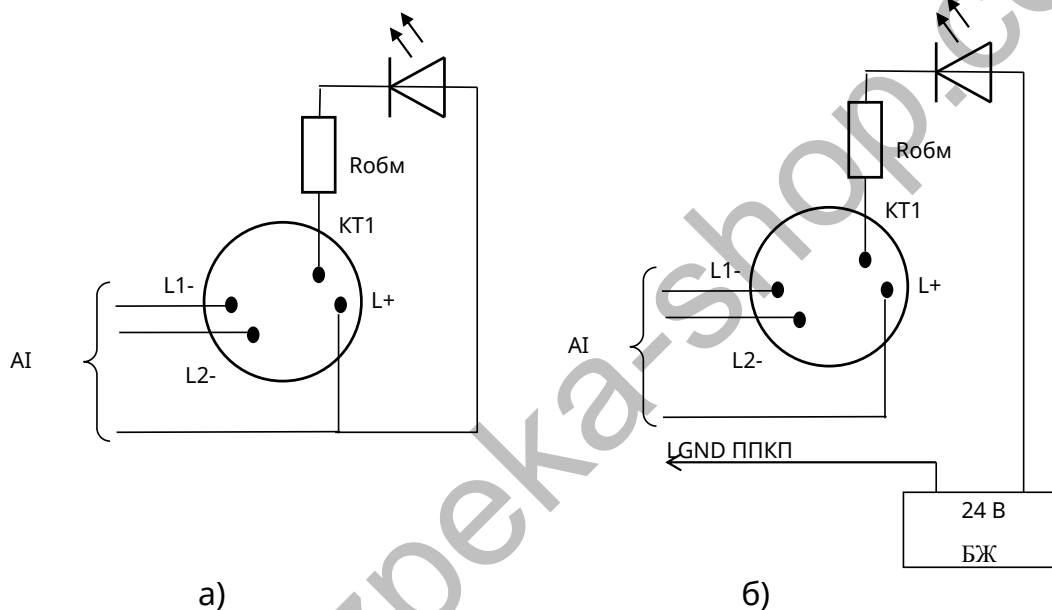

Рисунок 4 – Підключення ВПОС або світлодіода
5.2 Якщо за проектом використовують ВПОС з живленням від АІ, то його мінусовий контакт з'єднують з гвинтовою клемою з маркуванням «2» (КТ1), а плюсовий – гвинтовою клемою з маркуванням «1» (L+) (рис.4а, наявність R_{обм} залежить від типу ВПОС і його робочого струму). Замість ВПОС допускається підключення світлодіода через резистор R_{обм} з опором не менше 10 кОм. Для ВПОС слід підбирати світлодіод з малим струмом споживання (близько 2 мА).
Якщо живлення пристроїв виносної індикації передбачають від зовнішнього БЖ, СПТА підключають згідно рис. 4б. Мінусовий дріт від БЖ підключають до клеми «LGND» ППКП. Вихідна напруга БЖ повинна бути не більше 30 В і повинна забезпечувати робочий струм ВПОС.